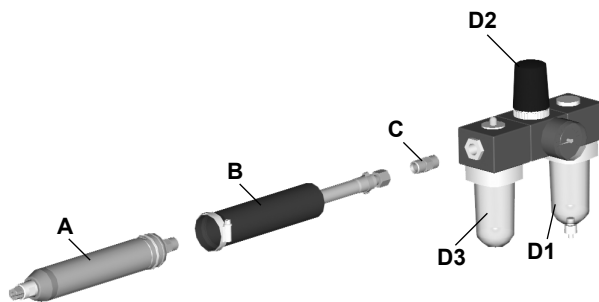

Abb. 1: Anschluss R 4102 / R 4105
- Die Druckluft-Schleifspindel (A) in Verbindung mit der Schlaucheinheit (B) und dem Gewindenippel (C) an die Wartungseinheit (D1 - D3) anschließen (siehe Abb. 1).